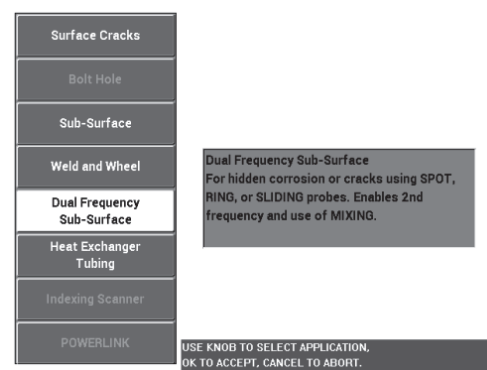

Abbildung 5-114 Anwendung Zweifrequenzbetrieb unter Oberfläche
2. Drücken Sie die Menütaste ADV SETUP () und drücken Sie die Funktionstaste A, um **ANW WÄHLEN** auszuwählen und das Anwendungsmenü anzuzeigen. Wählen Sie mit dem Drehknopf **Zweifrequenzbetrieb unter Oberfläche** aus und drücken Sie dann die Bestätigungstaste () [siehe Abbildung 5-114 auf Seite 224].